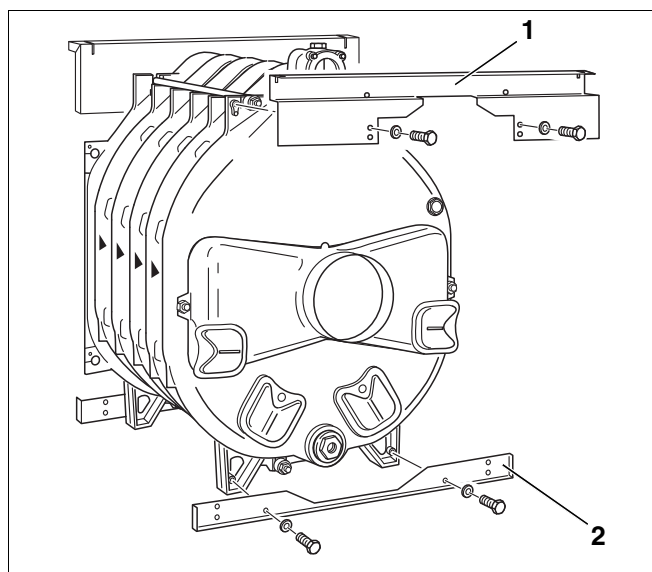

Fig. 31 Montage – traverses arrière
- ▶ Fixer la traverse transversale en haut à l'arrière (fig. 31, [1]) sur l'ergot en fonte puis visser avec des vis d'assemblage (M 8 × 15) sur l'élément arrière. Le rebord de la traverse transversale supérieure doit être dirigée **vers l'avant**.
- ▶ Visser la traverse transversale inférieure (fig. 31, [2]) avec deux vis d'assemblage (M 8 x 15) aux pieds de l'élément arrière. Le rebord de la traverse transversale inférieure doit être dirigée vers l'arrière.